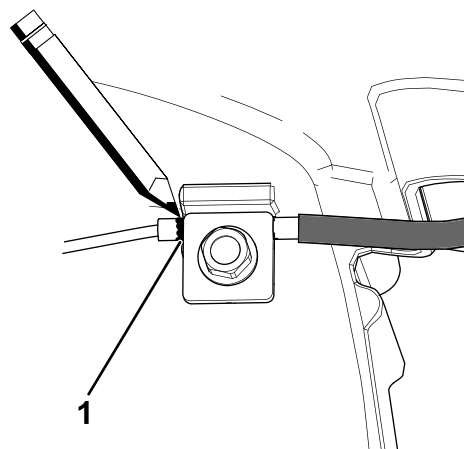
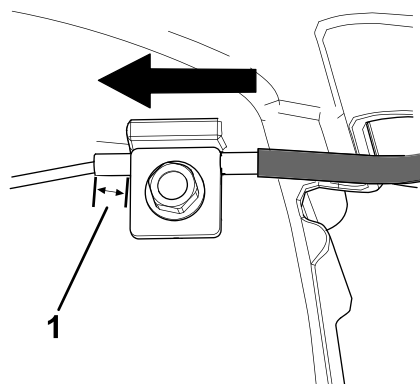

Рисунок 35
Рисунок 36
7. Отметьте трос тормоза (Рисунок 35), затем отрегулируйте оболочку троса так, чтобы провисание составило приблизительно 8 мм (Рисунок 36).